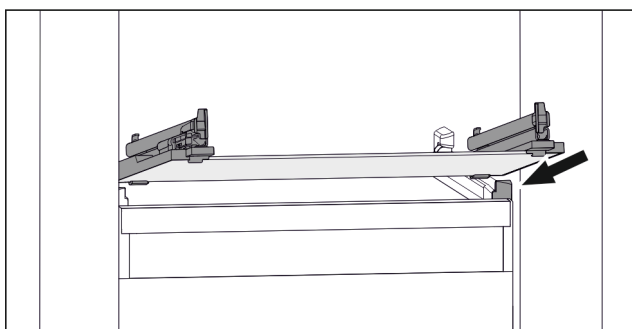

Fig. 52 Vejledende visning af glaspladen
- ▶ Sæt glaspladen skråt bag stoppene. (se Fig. 52)